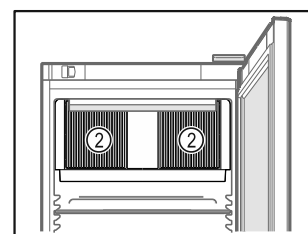

Fig. 78
- A belső térben lévő keringető ventilátor szellőzőnyílásait Fig. 78 (2) tartsa szabadon.